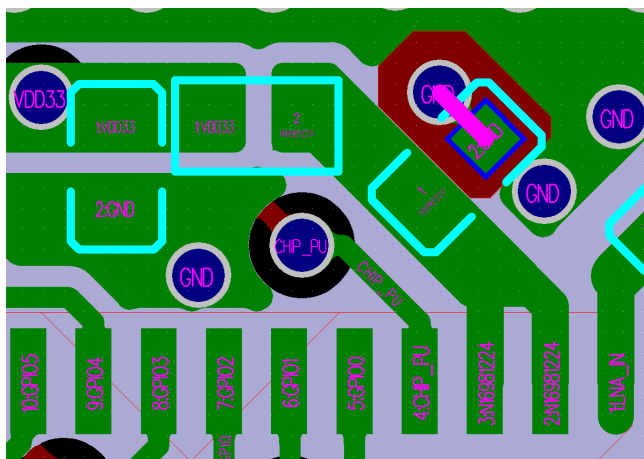

图 16: ESP32-S3 系列芯片四层板模拟电源设计
- 模拟电源 VDD3P3 处 LC 滤波电容中的对地电容的 GND 焊盘建议添加过孔连接至第四层的地，其余层做 keep-out 隔离处理，可以进一步抑制谐波干扰，参考图 16。